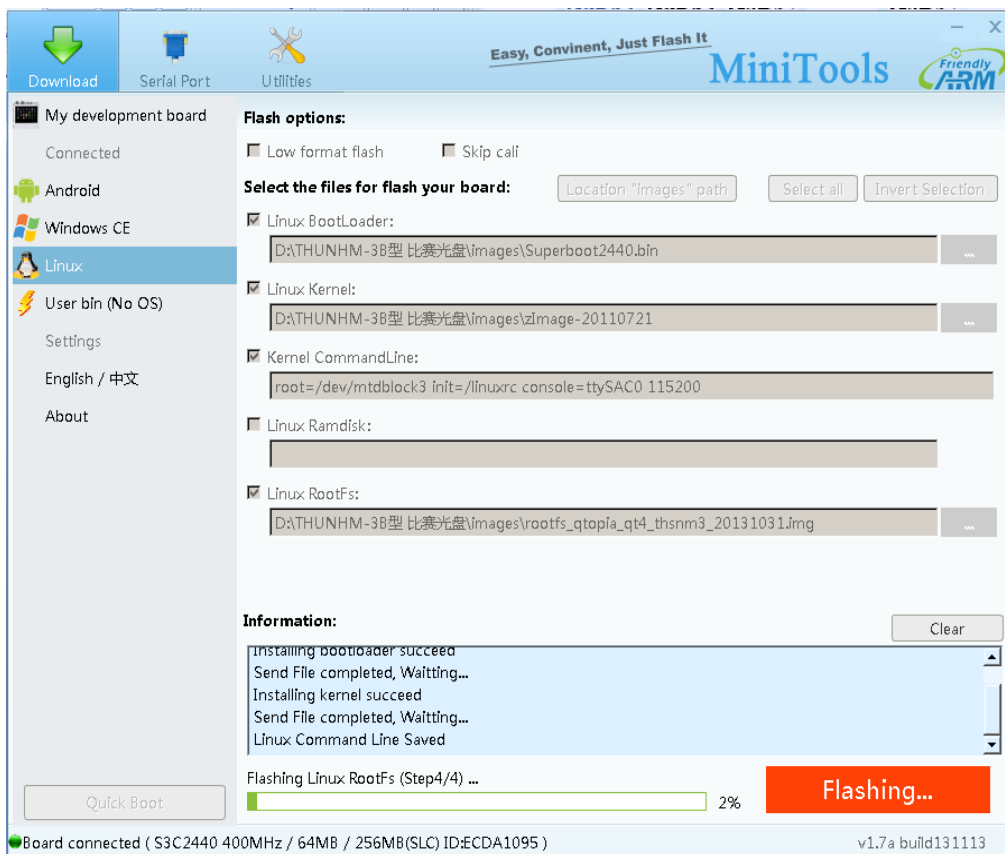

图 11 烧录文件系统界面
⑤ 在MiniTools软件中点击『Start Flashing』按钮，开始烧录，如图11所示。